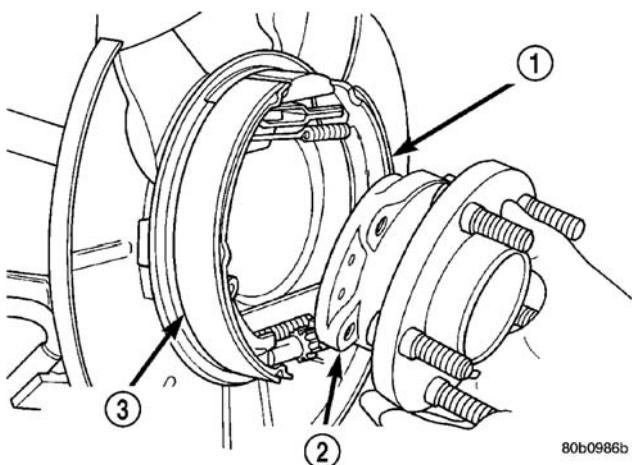

图 12 轮毂 / 轴承的拆卸与安装
(16) 从车桥上卸下轮毂 / 轴承 (图 12)。
(1) 将轮毂 / 轴承安装到车桥端部 (图 12)。